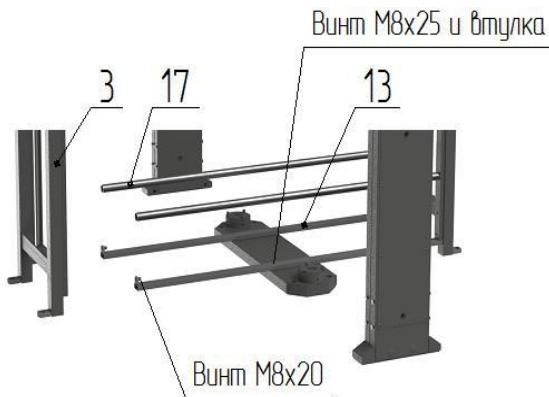

Рис. 3
- к вертикальным стойкам лицевых решеток с внутренней стороны установите нижние стяжки **13** и закрепите винтами M8 к решеткам и к плоскости напольной плиты **7** (рис.3);